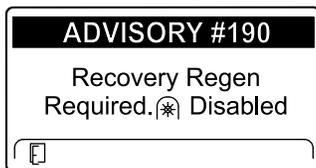

図 76
- リカバリ再生が必要です PTO が無効化されました アドバイス番号 190 (図 76)